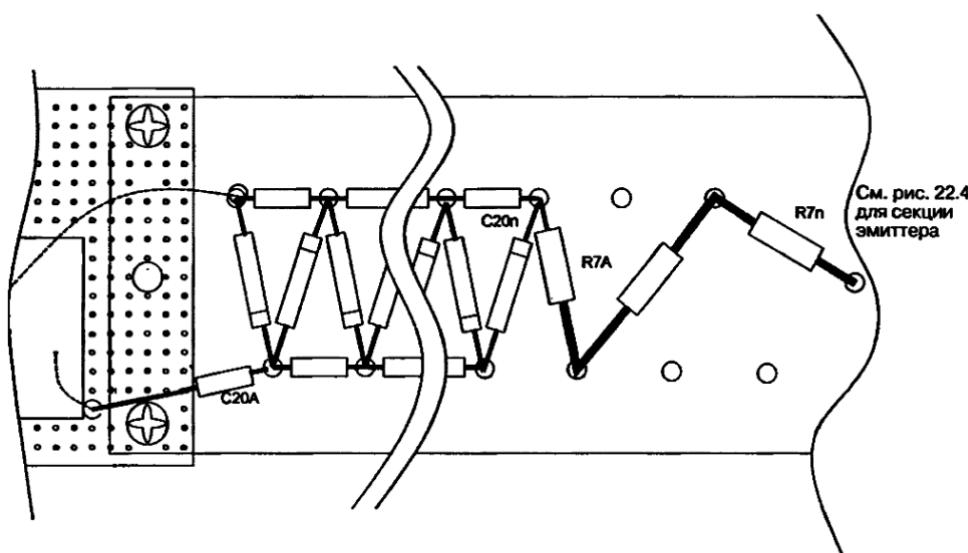

Рис. 22.8. Увеличенный вид секции высокого напряжения сборочной платы
- Изготовьте скобу BRK1 из алюминиевой полосы  $1,27 \times 0,09$  см длиной 25,4 см, и придайте ей нужную форму (см. рис. 22.8). Просверлите отверстия для винтов SCRWI.